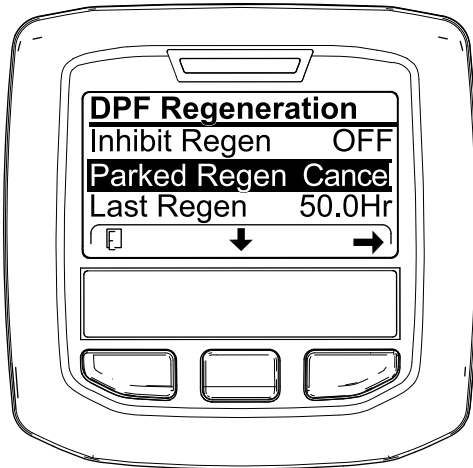

Figura 65
1. Acceda al menú DPF Regeneration (Regeneración de DPF) (Figura 65).
2. Pulse el botón central para desplazarse hacia abajo, hasta la opción PARKED REGEN CANCEL (Cancelación de regeneración con máquina aparcada) (Figura 65) o la opción RECOVERY REGEN CANCEL (Cancelación de regeneración de recuperación) (Figura 66).
3. Pulse el botón derecho para seleccionar la opción Regen Cancel (Cancelación de regeneración) (Figura 65 o Figura 66).